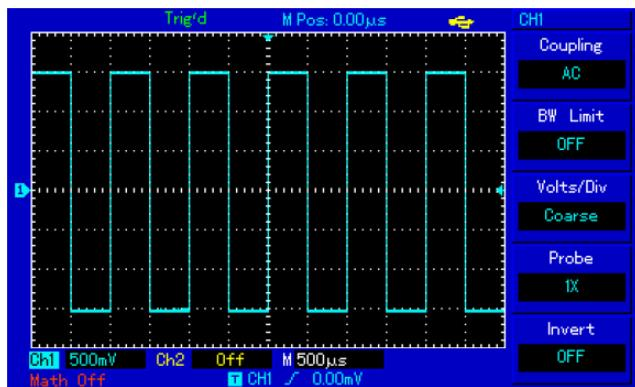

Рисунок 1-7 Сигнал компенсации щупа.
- Подсоедините кончик щупа и зажим заземления к соответствующим выводам сигнала компенсации щупов. Нажмите кнопку [AUTO] и через несколько секунд вы увидите на дисплее прямоугольный сигнал на частоте 1 кГц с амплитудой около 3В (см. Рисунок 1-7). Повторите эти шаги для проверки второго канала (CH2). Для отключения первого канала нажмите функциональную